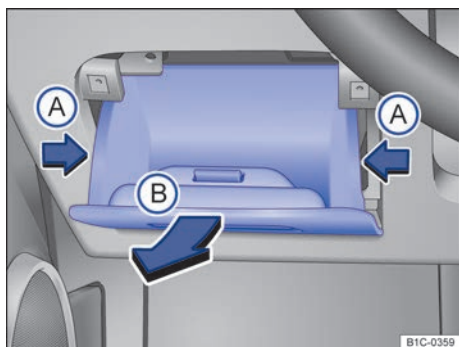

Fig. 176 En el tablero de instrumentos del lado del conductor: tapa de la caja de fusibles.
- Abra el compartimento, comprima un poco los laterales → fig. 176 (flechas **A**) y extráigalo del tablero de instrumentos (flecha **B**).